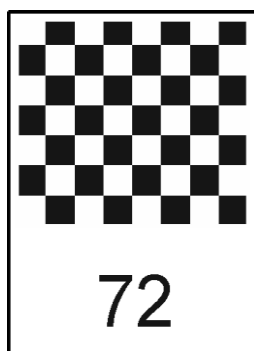

Рисунок 16 — Настройка контраста
- нажатием кнопки  $\leftarrow$  войти в подменю и кнопками  $\uparrow$ ,  $\downarrow$  выбрать желаемое значение контраста (рисунок 16);